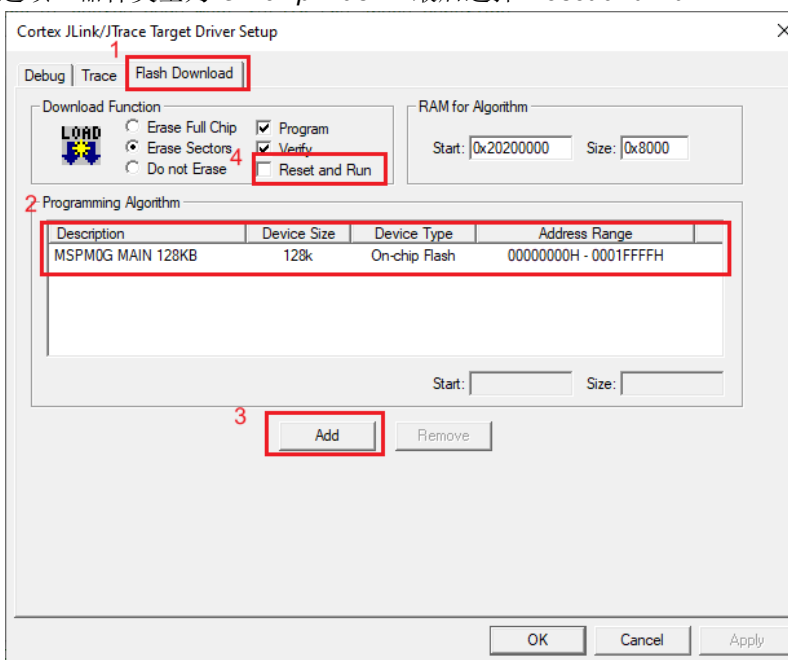

图 3-49. Flash 下载设置
4. 点击 **Flash Download** 选项卡，检查说明是否与图 3-49 匹配。如果不匹配，请点击 **Add** 按钮，然后选择相应的 MSPM0 MAIN 选项。器件类型为 **On-chip Flash**。最后选择 **Reset and Run**。